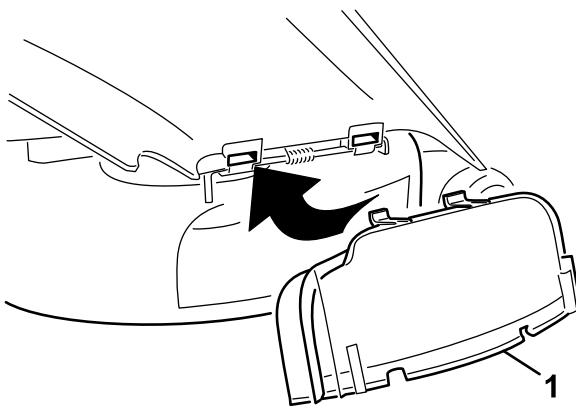

Figura 28
5. Rode a cobertura de descarga para baixo para cima da abertura e para o rebordo inferior do cortador (Figura 28).
6. Fixe a cobertura de descarga ao rebordo inferior do cortador com 2 parafusos (1/4 x 2-1/2 pol.) e 2 porcas da tampa (1/4 pol.) conforme indicado em Figura 28.